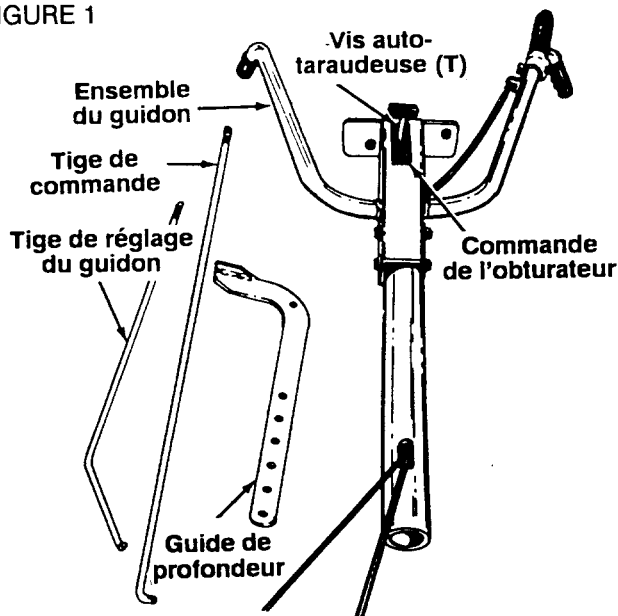
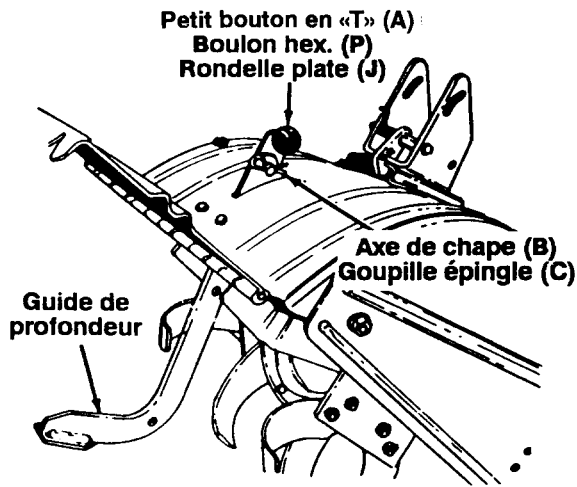
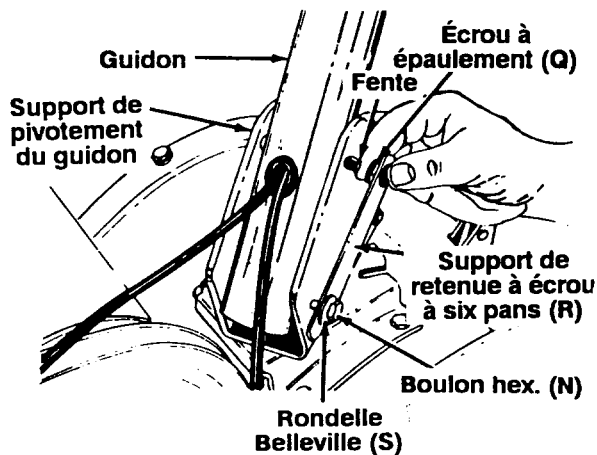

FIGURE 2
FIGURE 3
FIGURE 4
## Pièces détachées dans le carton: (Voir la figure 2)
3. Installez la commande de l'obturateur sur le guidon de la manière suivante. Voir la figure 2.
- c. Maintenez le haut de la commande de l'obturateur sur le guidon avec une vis auto-taraudeuse (T).
4. Faites reposer le motoculteur sur le contrepois avant. Voir la figure 3.
5. Relevez la protection à charnière des dents. Enfoncez le guide de profondeur entre les deux boulons à épaulement, puis faites-le passer à travers la protection, comme à la figure 3.
6. Faites passer l'axe de chape (B) à travers la protection des dents et le guide de profondeur. Maintenez-le en place avec une goupille épingle (C). Voir la figure 3.
7. Faites passer le boulon hex. (P) dans le trou supérieur du guide de profondeur. Placez la rondelle plate (J) sur le boulon hex. et filetez le petit bouton en «T» (A) sur le boulon hex. Voir la figure 3. Serrez à fond.
9. Placez la rondelle Belleville (S) sur le boulon hex. (N) (côté crénelé de la rondelle contre le boulon). Placez le support de retenue à écrou à six pans (R) sur le boulon hex. (N), en utilisant le trou rond du support.
10. Positionnez le guidon sur le support de pivotement. Alignez les trous du guidon avec les trous (et fentes) du support de pivotement. Voir la figure 4.
11. Enfoncez le boulon hex. (sur lequel la rondelle et le support de retenue sont installés) dans le trou inférieur du support de pivotement du guidon et du guidon. La tête du boulon hex. doit se trouver sur la gauche de la machine. Voir la figure 4.
12. Placez l'écrou à épaulement (Q) entre le support de retenue à écrou à six pans et le support de pivotement. Voir la figure 4.